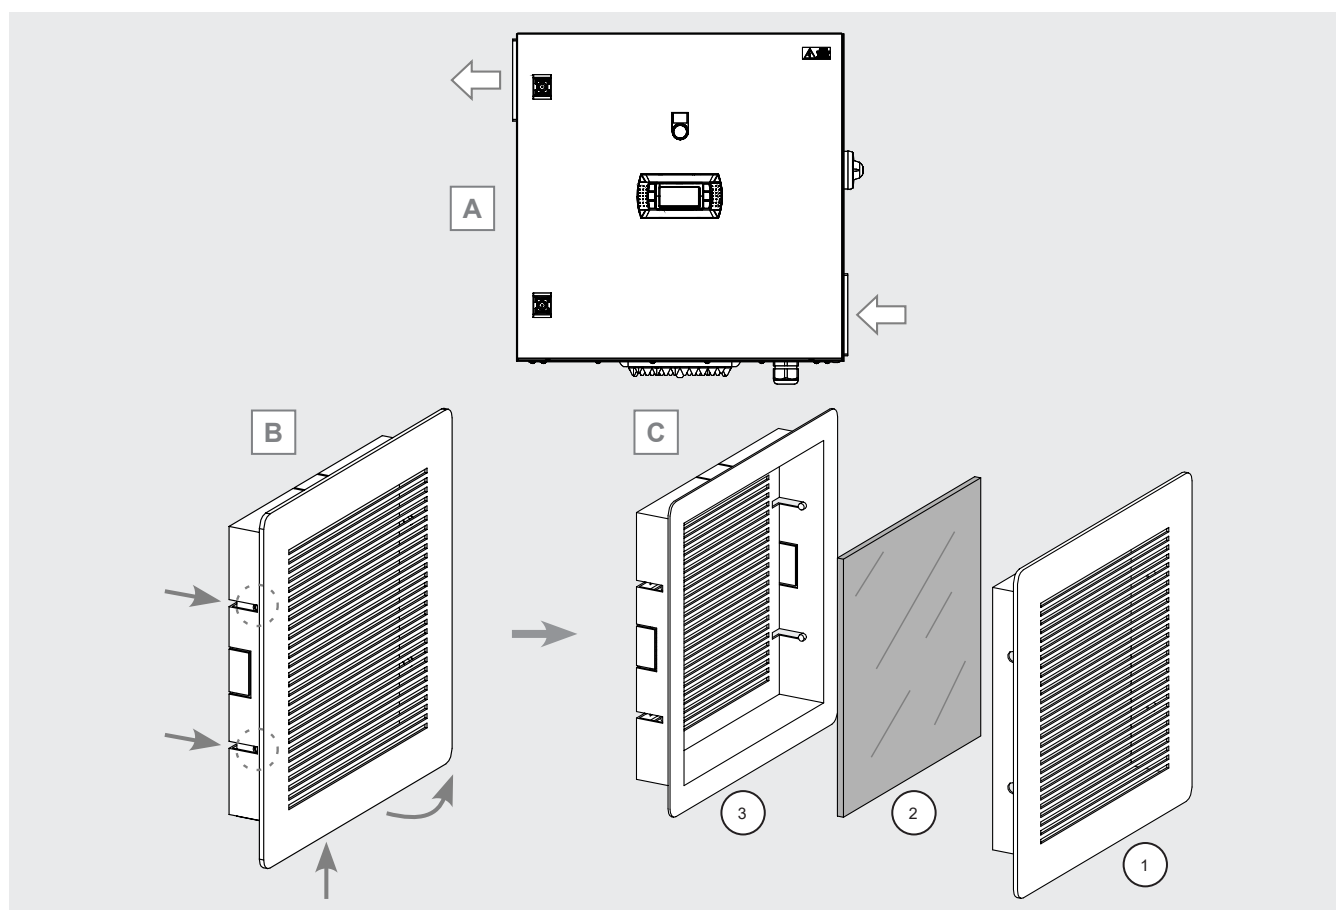

Figure 37
- Localisez le point d'installation des grilles d'air. L'emplacement dépend du type de tableau électrique installé. Consultez la documentation fournie avec le tableau électrique. A titre d'exemple, la grille d'entrée d'air se trouve en bas à droite, la grille de sortie d'air se trouve en haut à gauche. Voir la Figure 37 A.
- Insérez la pointe d'un tournevis à fente dans l'encoche du profil inférieur de la grille (1) et soulevez-la délicatement. Veillez à ne pas endommager les joints. Si nécessaire, faites délicatement levier sur les encoches latérales qui fixent la grille sur le support (3). Voir la Figure 37 B et C.
- Retirez la grille (1) en veillant à ne pas faire tomber les filtres (2) situés à l'arrière. Les filtres peuvent être différents selon le type d'installation. Vérifiez l'état des filtres : remplacez-les si nécessaire. Voir la Figure 37 B et C.
- Remonter la grille (1) et le filtre (2) en veillant à fixer (1) sur les encoches latérales du support (3). Voir la Figure 37 B.